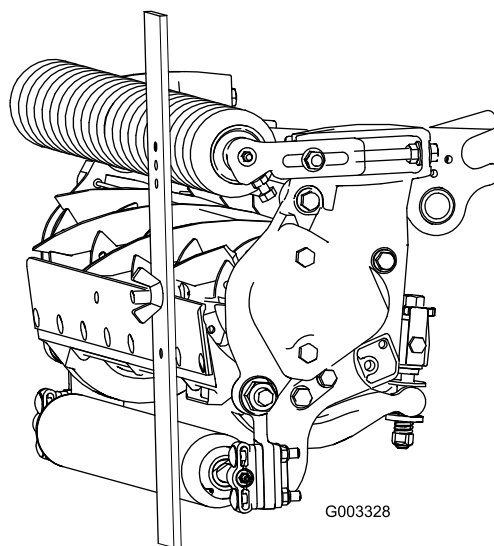

図 26
4. ゲージバーのねじの頭を下刃の先端に引っ掛け、バーの後端を後ローラに当てがう 図 26。
5. バーの前端がローラに当たるように、調整ネジで調整する 図 26。ローラ全体が下刃と平行になるように、ローラの両側を均等に調節する。